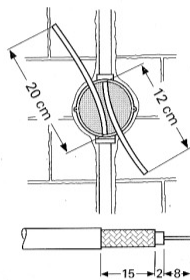

Fig. 1
1. Die Antennensteckdosen können in UP-Dosen mit 58 mm Ø eingesetzt werden. Koax-Kabel mit einer Reserve von ca. 12 und 20 cm in der UP-Dose versehen. Kabelenden abisolieren (Fig. 1).
1. The antenna outlet sockets can be installed in flush mounting boxes of 58 mm Ø. Provide the coaxial cables with a reserve of approx. 12 and 20 cm inside the flush mounting box. Strip the cable ends (Fig. 1).
1. Les prises d'antennes peuvent être insérées dans des boîtiers UP avec un diamètre de 58 mm. Pour les câbles coaxiaux prévoir une réserve d'env. 12 et 20 cm dans le boîtier UP. Dénuder les bouts des câbles (Fig. 1).